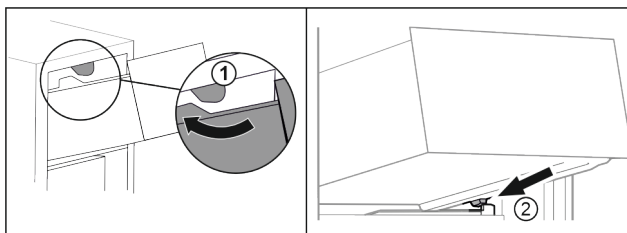

Fig. 112
- ▶ Vedte zásuvku podél horních zářáček. Fig. 112 (1)
- ▶ Nasaďte zásuvku šikmo za dolní zářáčky na žebrování na nádoby. Fig. 112 (2)